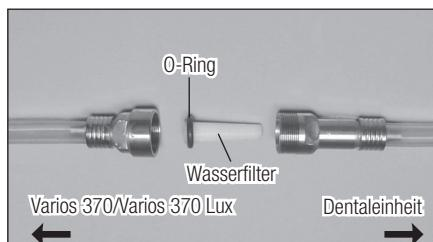

Abb.22
3) Wenn das Wasserfiltergehäuse abgenommen ist, kann der Wasserfilter wie in Abb.22 gezeigt entfernt werden.